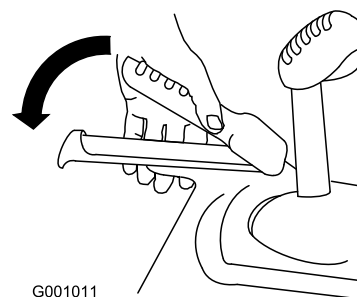

Figure 20
3. Serrez le levier gauche (déplacement) contre la poignée (Figure 20).
6. Serrez le levier gauche (déplacement) contre la poignée (Figure 20).